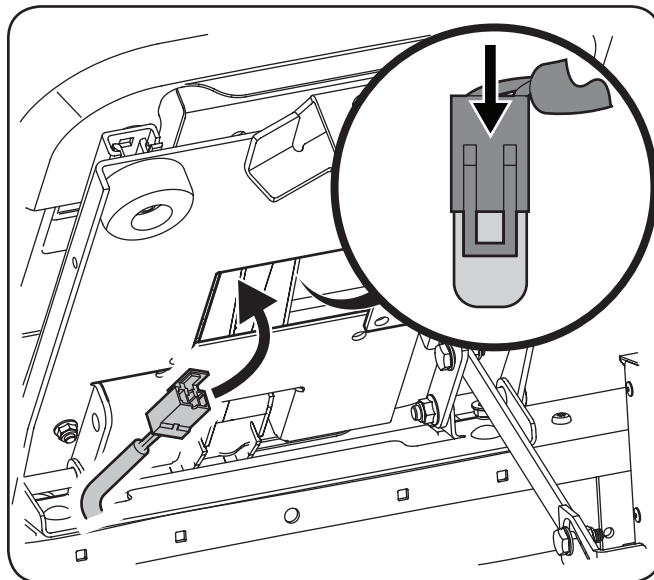

Figure 3-11
- Insérez le câblage électrique sous le siège. Voir Figure 3-11.